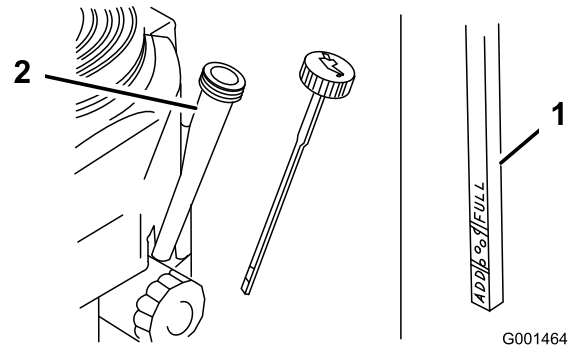

Bild 16
3. Reinigen Sie den Bereich um den Ölpeilstab (Bild 16).
4. Nehmen Sie den Ölpeilstab heraus und wischen das Ende ab (Bild 16).
5. Schieben Sie den Peilstab ganz in das Peilstabrohr, drehen Sie ihn jedoch nicht in den Einfüllstutzen (Bild 16).
6. Ziehen Sie den Peilstab wieder heraus und prüfen Sie das Stabende. Der Ölstand sollte zwischen der Nachfüll- und Voll-Marke sein (Bild 16).